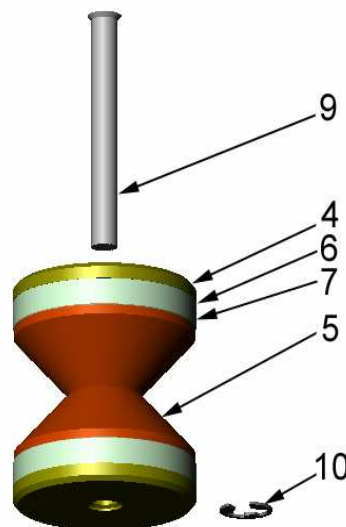

Figure 17
4.10 Insérez la cartouche de la charge relais (élément n° 9) dans le trou du dispositif explosif jusqu'à ce que l'extrémité évasée soit placée sur un support (voir Figure 17).